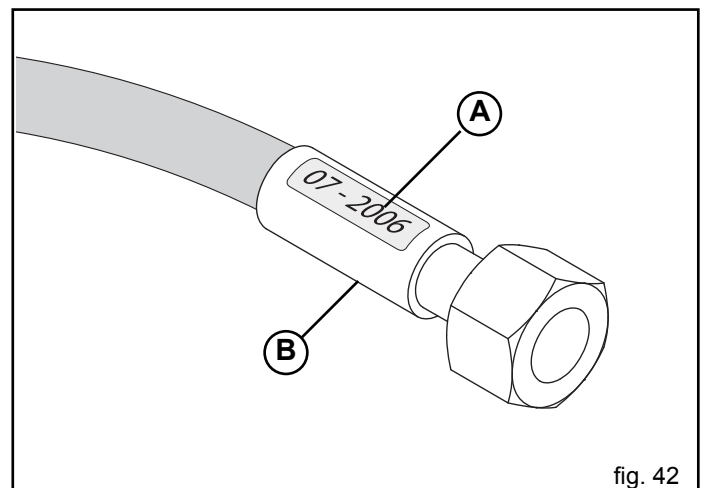

fig. 42
- Ölhydraulische Rohre dürfen nicht länger als 5 Jahre verwendet werden, auch wenn sie nicht benützt werden (natürliche Alterung). Auf Abbildung 42 (A) ist ein Beispiel zum Produktionsjahr der ölhydraulischen Rohre angegeben.
- Lecks in der Nähe der Einlagen (B, Abb. 42);
- Korrosion der Einlagen (B, Abb. 42);
- mehr als 5 Jahre seit dem Produktionsdatum vergangen sind (A, Abb. 42).